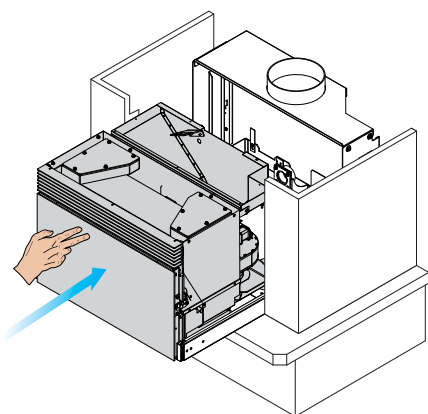

fig. 6.1.12
- 12) Pousser la machine jusqu'au fond de la course des rails. (Fig. 6.1.12)